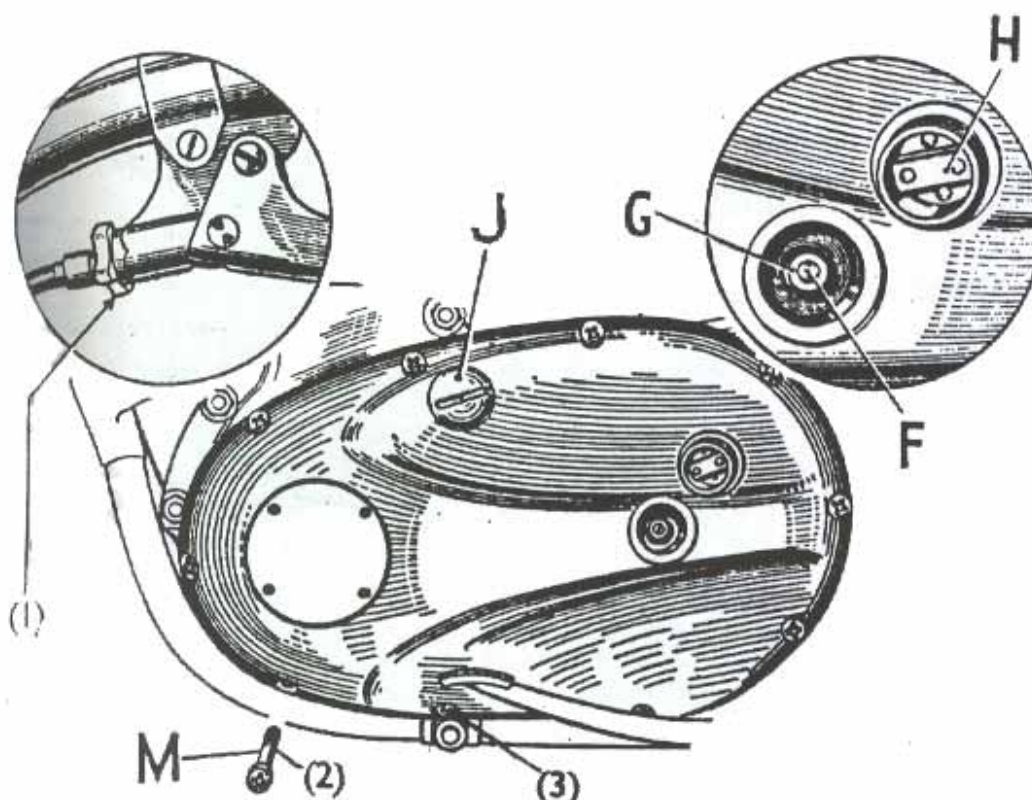

Fig. 23. Registro della frizione e livello dell'olio nella scatola di trasmissione (Modello B).
Per registrare, allentare il cavo alla leva situata sullo sterzo, indi liberare il cavo dalla leva situata al disopra del coperchio della distribuzione, alla destra del motore. Allentare il controdado (G) Fig. 23, e intervenire sul perno filettato (F) fino ad inclinare la leva leggermente all'infuori. Inserire una prolunga alla leva, per conseguire maggior forza, indi disinnestare la frizione; la leva dovrà portarsi pressochè in parallelo con il piano di unione del coperchio della distribuzione.